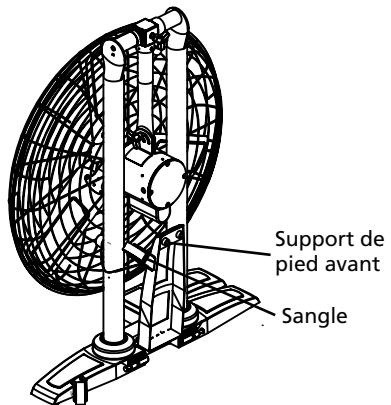

Figure 2
Voir les Figures 2 à 9.
- Déballez le ventilateur du carton d'expédition. Coupez la sangle qui retient le support de pied avant pendant l'expédition. Voir la Figure 2.
- Repositionnez le support de pied avant sur une surface plane et de niveau. Voir les Figures 2 et 3.